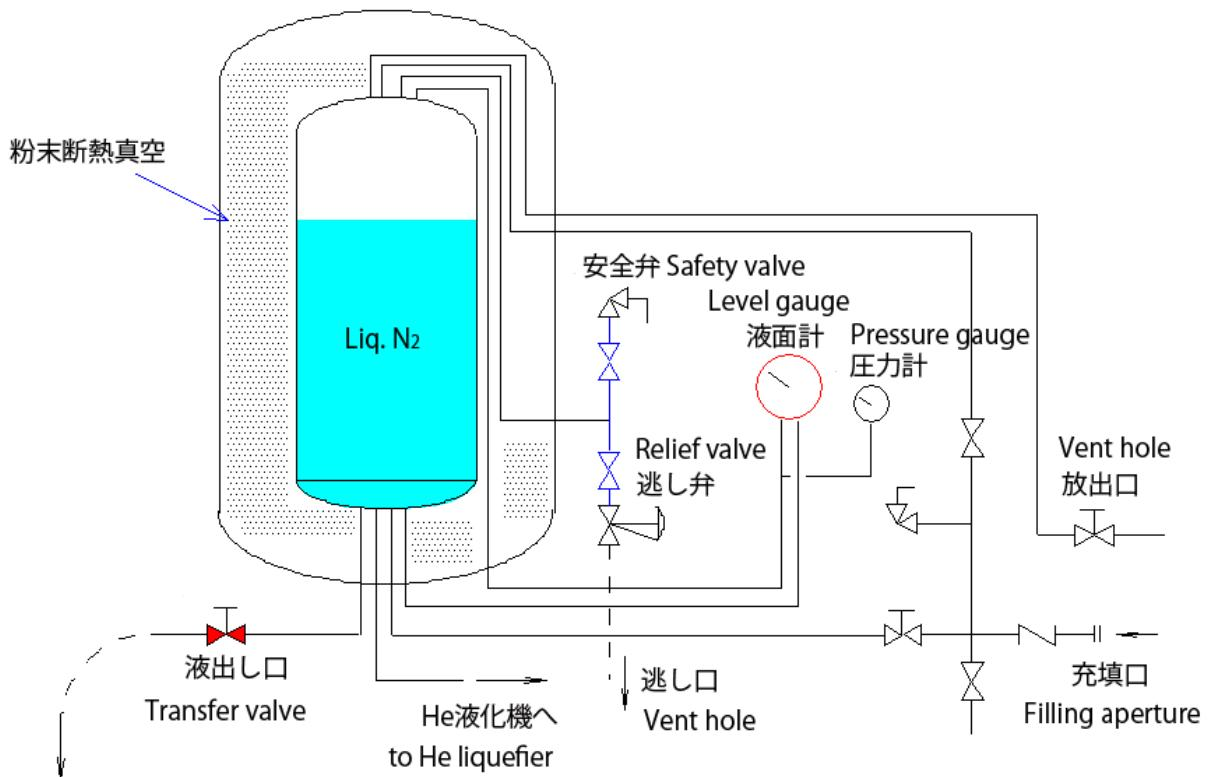

Fig. 7. 液体窒素貯槽の構造 Structure of liq. N₂ tank
g) 液体窒素を汲み出す時、貯槽のバルブは液出し用のもの以外にはさわらない。 Fig. 7 に液体窒素の貯槽の構造を示す。液体窒素の液面は液面計(差圧計)により、液面上のガス圧と貯槽内底部の液圧との差から知るようになっている(液面計の目盛りは液量ではなく液の高さを表示している)。ユーザーは槽内の圧力を利用し液出し口から液体窒素を汲み出す。